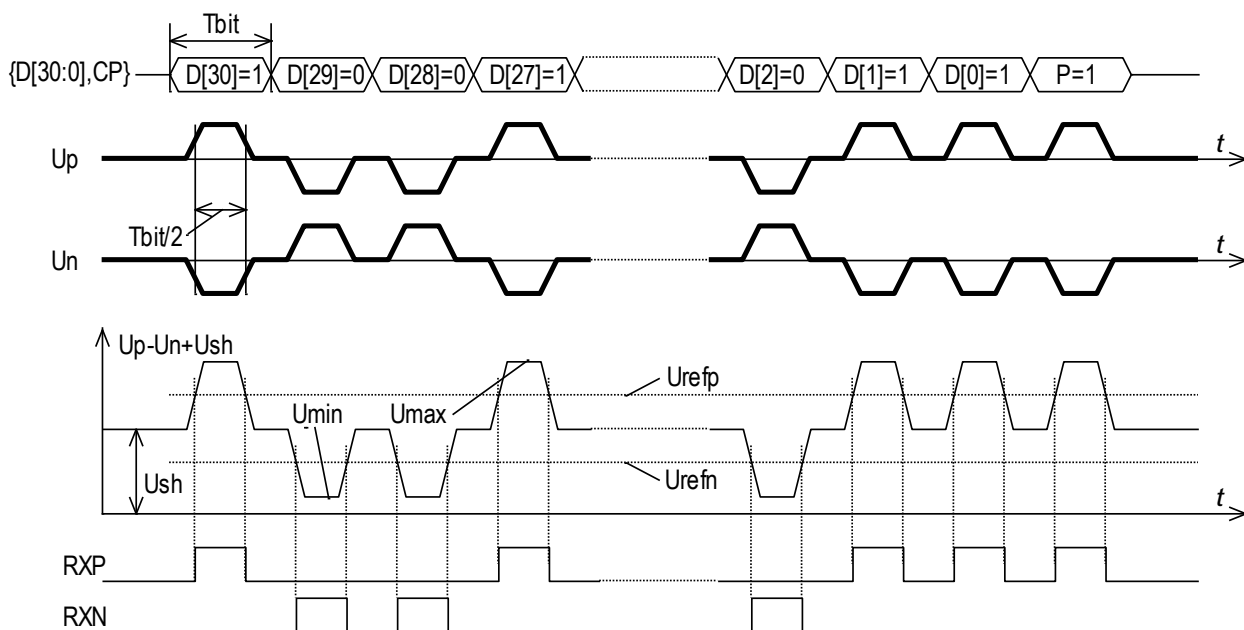

Рис.1. Пример диаграмм сигналов стандарта ARINC 429
Стандарт ARINC-429, разработанный фирмой ARINC, предназначен для межсистемного обмена информацией в коммерческих и транспортных самолётах (в России это ГОСТ-18977-79). Скорость передачи 12.5, 50 или 100 кбит/сек. Соединительные провода — экранированные витые пары. На одной шине (витой паре) может быть только один передатчик и не более 20 приемников. Передатчик всегда активен, он либо передаёт слова данных или выдаёт "пустой" уровень (0 В). Размер "слова" составляет 32 бита. Бит 32 — контроль четности (дополнение до нечетного числа единиц). Код — биполярный самосинхронизирующий, с возвратом к нулю (RZ). Логической единице соответствует положительный импульс, а логическому нулю — отрицательный импульс. Длительность импульса равна половине интервала следования (длительности бита). Импульсы должны иметь пологие фронты примерно 0.1-0.3 от длительности импульса. Пример фрагмента временных диаграмм сигналов шины стандарта ARINC 429 приведен на рис.1.